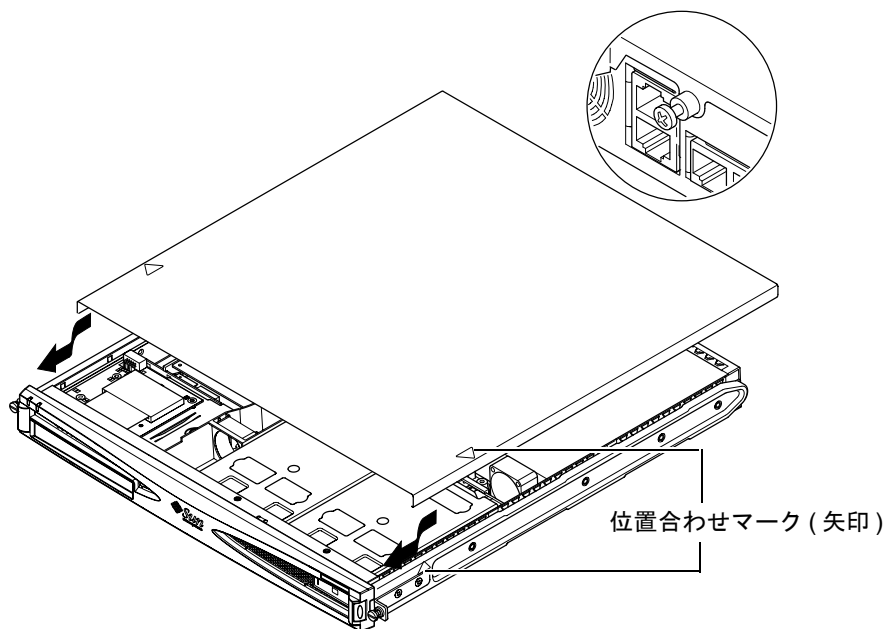

図 4-9 上面カバーの取り付け
7. 本体のカバーを元どおりに取り付け、脱落防止機構付きねじを締めます (4-15 ページの 4.7 節「サーバーの上面カバーの取り付け」にある図 4-9 を参照)。
5. 本体のカバーを元どおりに取り付け、脱落防止機構付きねじを締めます (4-15 ページの 4.7 節「サーバーの上面カバーの取り付け」にある図 4-9 を参照)。
3. 本体のカバーを元どおりに取り付け、脱落防止機構付きねじを締めます (4-15 ページの 4.7 節「サーバーの上面カバーの取り付け」にある図 4-9 を参照)。
8. 本体のカバーを元どおりに取り付け、脱落防止機構付きねじを締めます (4-15 ページの 4.7 節「サーバーの上面カバーの取り付け」にある図 4-9 を参照)。
3. 背面の脱落防止機構付きねじを締めます (図 4-9 を参照)。